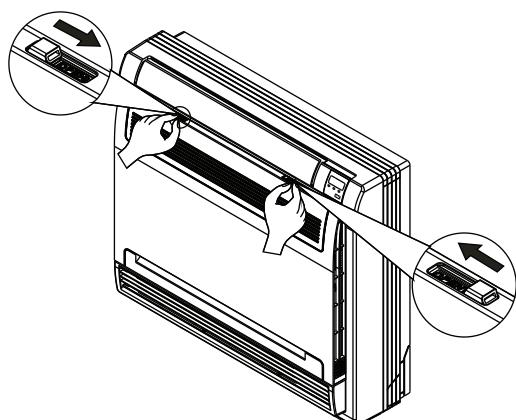

Fig.50-6
- Glisati sigurantele spre interior pana auziti un click. Vedi FIG 50-6.